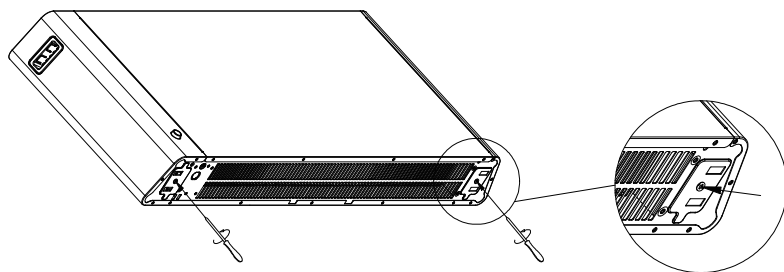

Fig.1
1. Använd en skruvmejsel för att ta bort de två skruvarna på produktens undersida.(Fig. 1)